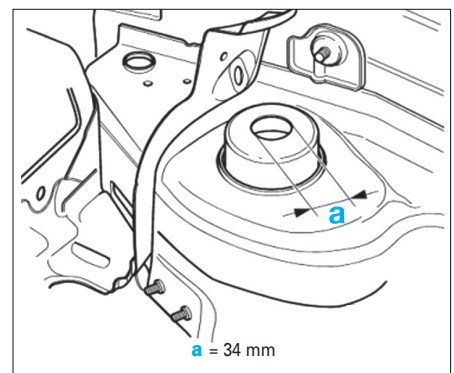

FIG. 22
- Élargir le perçage pour le capuchon de la tourelle de jambe de force (Fig.22).